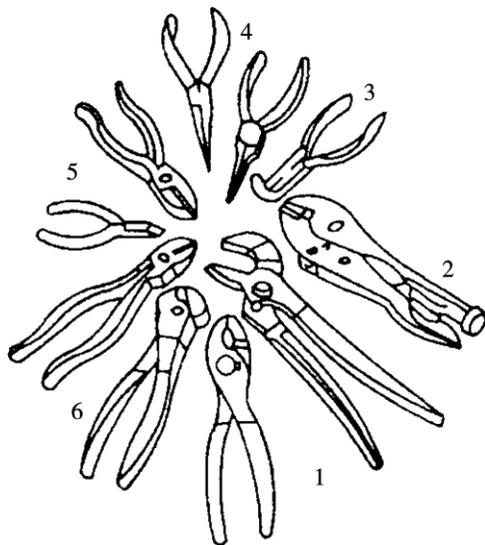

图 1-10 常用钳子类型
(1) 鲤鱼钳和克丝钳如图 1-10 所示。鲤鱼钳钳头的前部是平口细齿,适用于夹捏一般小零件;中部凹口粗长,用于夹持圆柱形零件,也可以代替扳手旋小螺栓、小螺母;钳口后部的刃口可剪切金属丝。由于一片钳体上有两个互相贯通的孔,又有一个特殊的销子,所以操作时钳口的张开度可以很方便地变化,以适应夹持不同大小的零件,是汽车维修作业中使用最多的手钳。其规格以钳长来表示,一般有 165 mm、200 mm 两种,用 50 号钢制造。克丝钳的用途和鲤鱼钳相仿,但其支销相对于两片钳体是固定的,故使用时不如鲤鱼钳灵活,但剪断金属丝的效果比鲤鱼钳要好,规格有 150 mm、175 mm、200 mm 三种。
(2) 尖嘴钳如图 1-10 所示,因其头部细长,所以能在较小的空间内工作,带刃口的能剪切细小零件,使用时不能用力太大,否则钳口头部会变形或断裂。其规格以钳长来表示,常用 160 mm 一种。